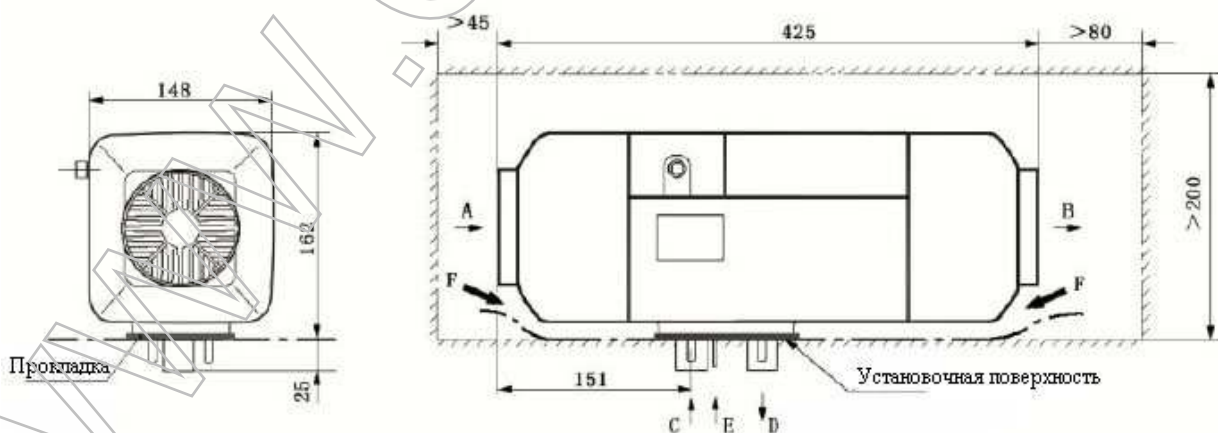
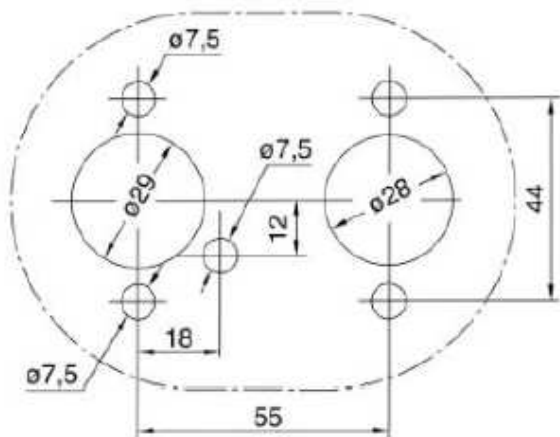

Рис. 8
Рис. 9
4.2.2 Для удобства прохождения воздушного потока, удобства установки и обслуживания печи при её установке должно быть предусмотрено достаточное свободное пространство. Смотрите рамку из двойной пунктирной линии на Рис.8 указывающую на пространство для
4.2.3 Между печкой и установочной поверхностью транспортного средства необходимо обеспечить хорошее уплотнение. Между печкой и установочной поверхностью транспортного средства должна быть вставлена специальная прокладка (как показано на Рис. 8), которая поставляется производителем. Установочная поверхность должна быть достаточно ровной. Место, на которое устанавливается печка, должно иметь неровности менее 1 мм. После того как будут просверлены установочные отверстия неровности поверхности должны быть устранены в соответствии с данными требованиями. После установки плотно закрутите четыре поставляемые производителем гайки М6. Убедитесь, что в зазоре между печкой и установочной поверхностью транспортного средства (Рис. 8 -F) нет посторонних предметов. Расположение установочных отверстий представлено на Рис. 9.